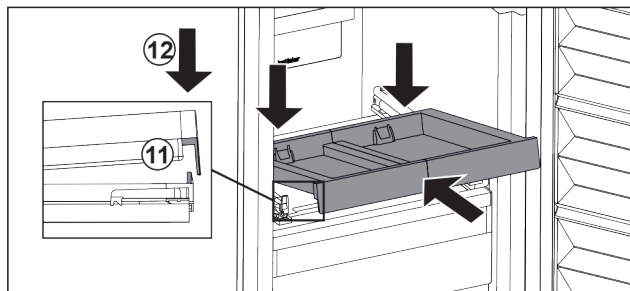

Fig. 108
- ▶ Skub skråt ind. Vær opmærksom på, at anslagets to sidder er bag lasken. Fig. 108 (11)
- ▶ Sæt udtrækshylden ned foran. Fig. 108 (12)